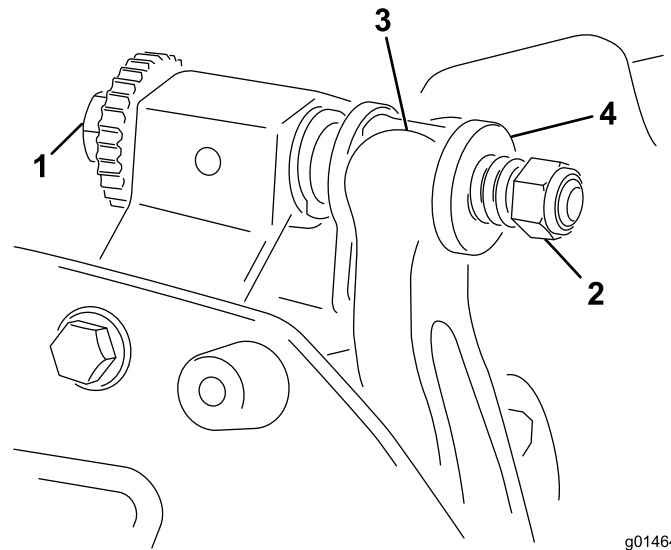

图 13
2. 退出弹簧加压螺母直到垫圈不再对底刀架 图 13 施压。
1. 逆时针旋转底刀架调节螺丝将底刀后撤离滚刀 图 13。